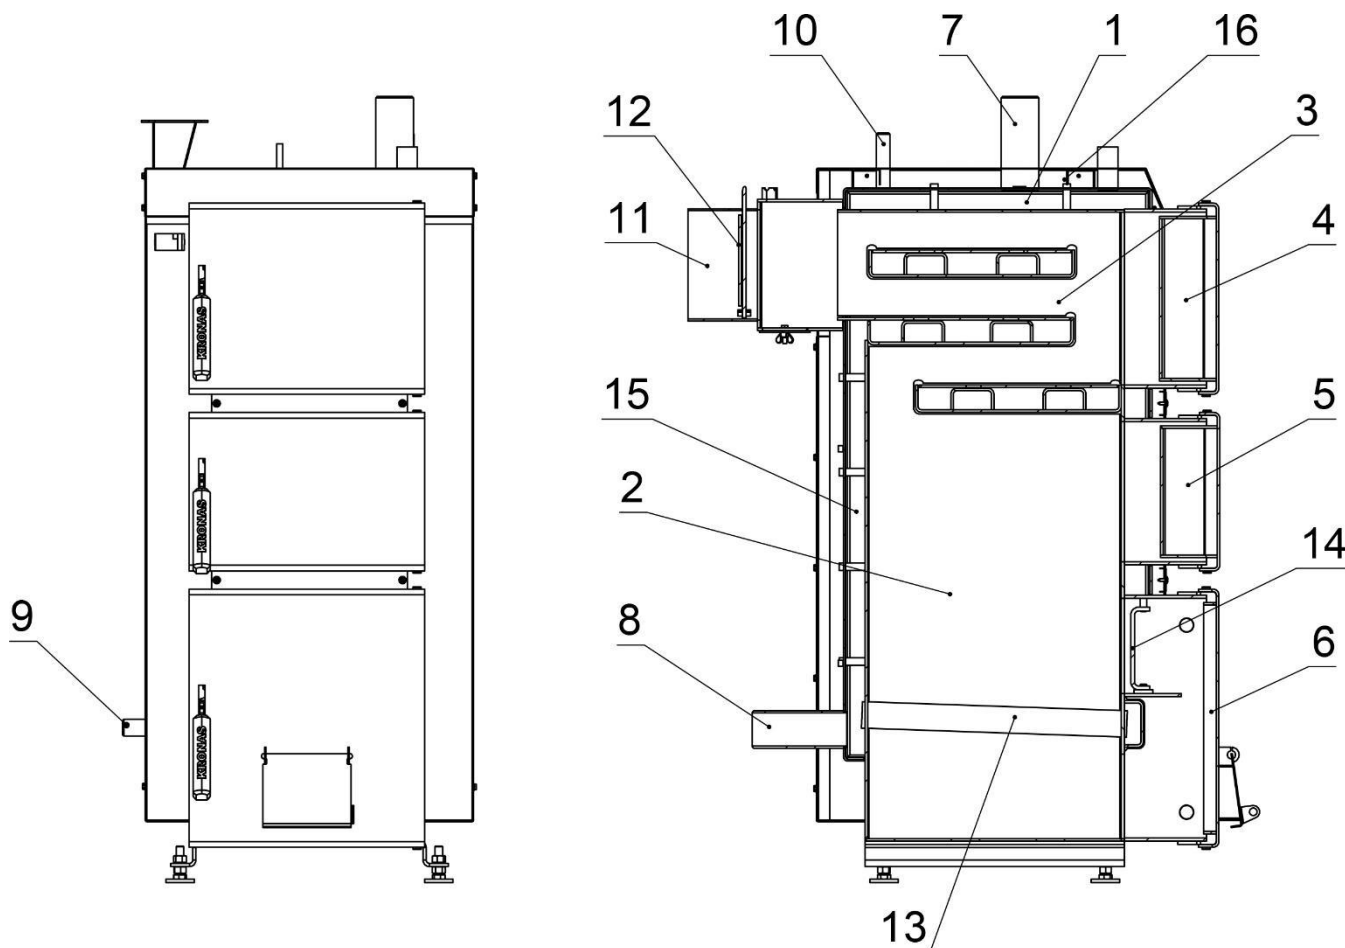

Рисунок 5.1 – Зовнішній вигляд та основні елементи котла типу К
Конструктивно котел являє собою збірно-зварену конструкцію, що складається з корпусу (поз. 1, рис. 5.1) з камерою згоряння (топкою) (поз. 2, рис. 5.1). Над топкою розташована конвекційна частина котла (поз. 3, рис. 5.1), що являє собою високоефективний триходовий теплообмінник.
Корпус котла виконаний в формі паралелепіпеду з подвійними стінками, які розділені водними перегородками (поз. 15, рис. 5.1). На зовнішній поверхні корпусу під декоративною обшивкою закріплена теплова ізоляція. (поз. 16, рис. 5.1). Паливо для процесу спалення завантажується на колосникові ґрати (поз. 13, рис. 5.1) крізь завантажувальні дверцята (поз. 5, рис. 5.1). Колосникові ґрати виконані з товстостінних безшовних труб по яких постійно циркулює вода з водяної оболонки котла, що унеможливорює їх прогорання. Згоряння палива в топці відбувається за участю повітря, яке постачається під колосникові ґрати припливним вентилятором. Кількість повітря, необхідного для процесу згоряння, регулюється автоматично блоком автоматики управління.
Підведення і відведення теплоносія здійснюється відповідно через патрубки зворотної мережної води (поз. 8, рис. 5.1) і прямої мережної води (поз. 7, рис. 5.1).
Топочні гази виходять у димохід крізь боров (поз. 11, рис. 5.1), розташований у задній частині котла. Боров обладнано вбудованим дросельним клапаном продуктів згоряння – шибером (поз. 12, рис. 5.1). У випадку надто високої тяги у димоході шибер дає можливість її знизити шляхом часткового перекривання вихідного отвору борова.
У верхній частині корпусу котла розташований штуцер для встановлення групи безпеки котла (поз. 10, рис. 5.1).
На бічній стінці корпусу у нижній її частині розміщено штуцер для зливу води з котла (поз. 9, рис. 5.1).
- дверцята для періодичного обслуговування (чищення) конвекційної частини котла (поз. 4, рис. 5.1);
- ревізійний дверцята (поз. 6, рис. 5.1) для періодичного чищення колосникових ґрат.